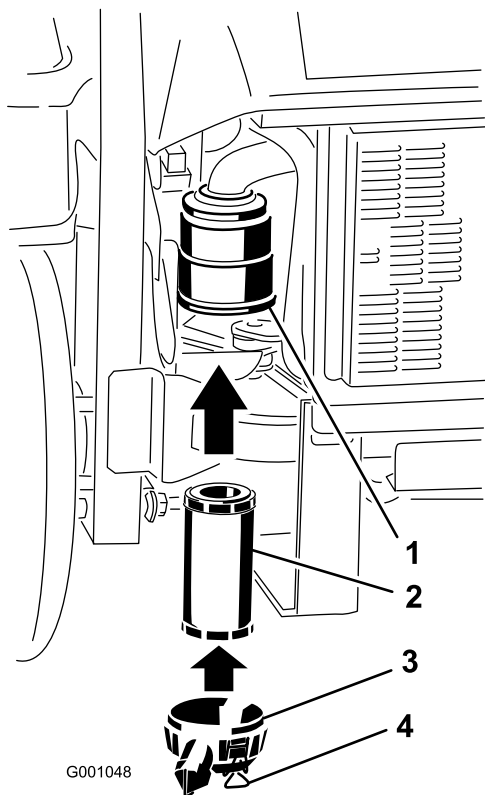

Figura 46
2. Inserite con cautela il filtro nel relativo corpo (Figura 46).
3. Montate il coperchio del filtro dell'aria e chiudete i fermi (Figura 46).